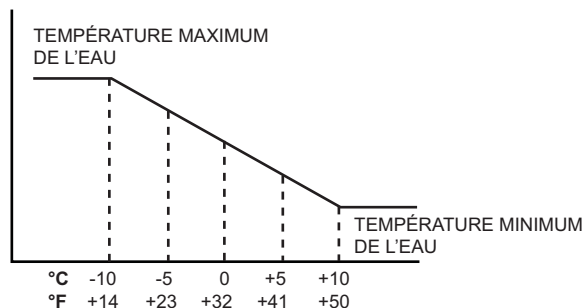

Fig. 5
8.6 Sur l'aquastat (identifié "**WATER TEMPERATURE**"), ajustez la température **maximum** de l'eau (1-10) requise pour le type d'installation. Voyez le Tableau 6 ci-dessous pour la température obtenue en fonction de la position du bouton. La température **minimum** de l'eau est ajustée automatiquement par la sonde extérieure en fonction de la température extérieure. Voyez le graphique de cette variation à la Fig 5.